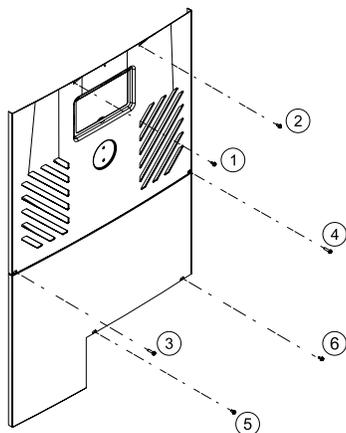

Figure 62. Vis à tôle pour retirer le panneau de commande
Pour intervenir sur les composantes internes du boîtier, retirez le panneau de commande et le panneau de service (Figure 62) pour accéder (1) au compresseur, (2) à l'échangeur de chaleur, (3) à la vanne d'expansion thermique (TXV), (4) à la vanne d'inversion ou à l'électrovanne (le cas échéant), (5) au débitmètre (le cas échéant) et (6) aux sondes et capteurs (eau, air ambiant et serpentin). Pour y accéder, procédez comme suit:
2. Retirez le capot du panneau de commande avant de l'appareil en dévissant les six (6) vis à l'aide d'un tournevis à tête hexagonale 1/4 po. Consultez Figure 62.